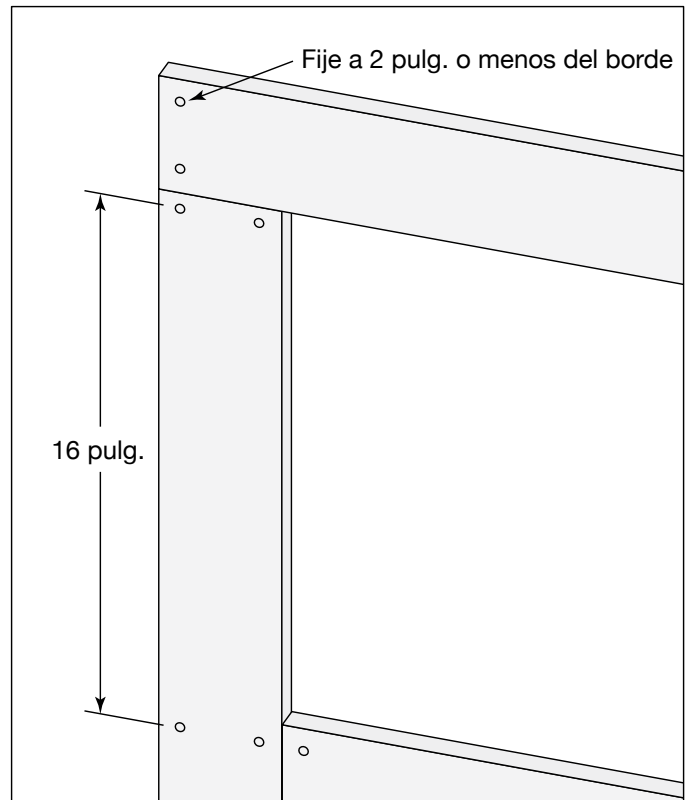

Fig. 7
- Al instalar las molduras TruExterior, permita que las molduras superiores se extiendan hasta los bordes de las molduras verticales. La moldura inferior debe caber entre las dos tablas verticales laterales (Fig. 7).